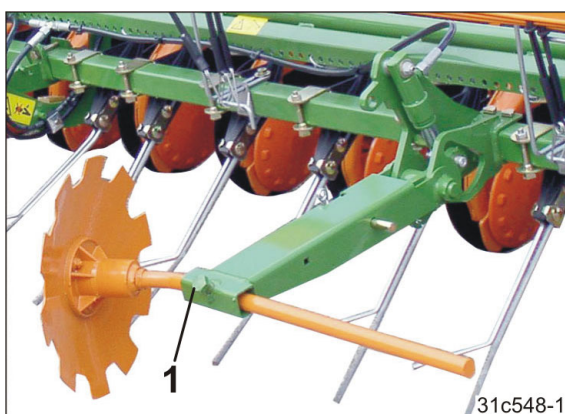

Fig. 212
6. Desapertar o parafuso (Fig. 212/1).
9. Apertar bem o parafuso (Fig. 212/1).